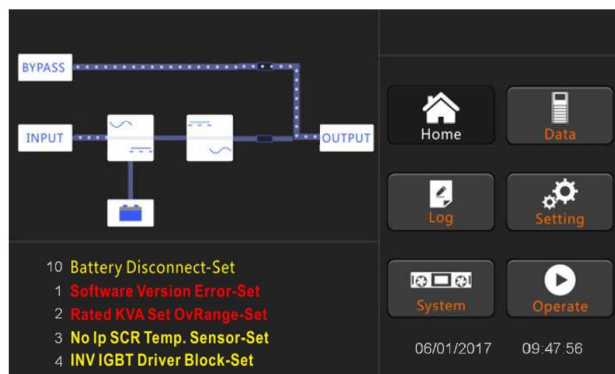

Рисунок 4-2. Интерфейс запуска статического байпаса
5. Примерно через 30 секунд запуск выпрямителя завершен, включен статический выключатель байпаса, и индикатор байпаса мигает (Рисунок 4-2).